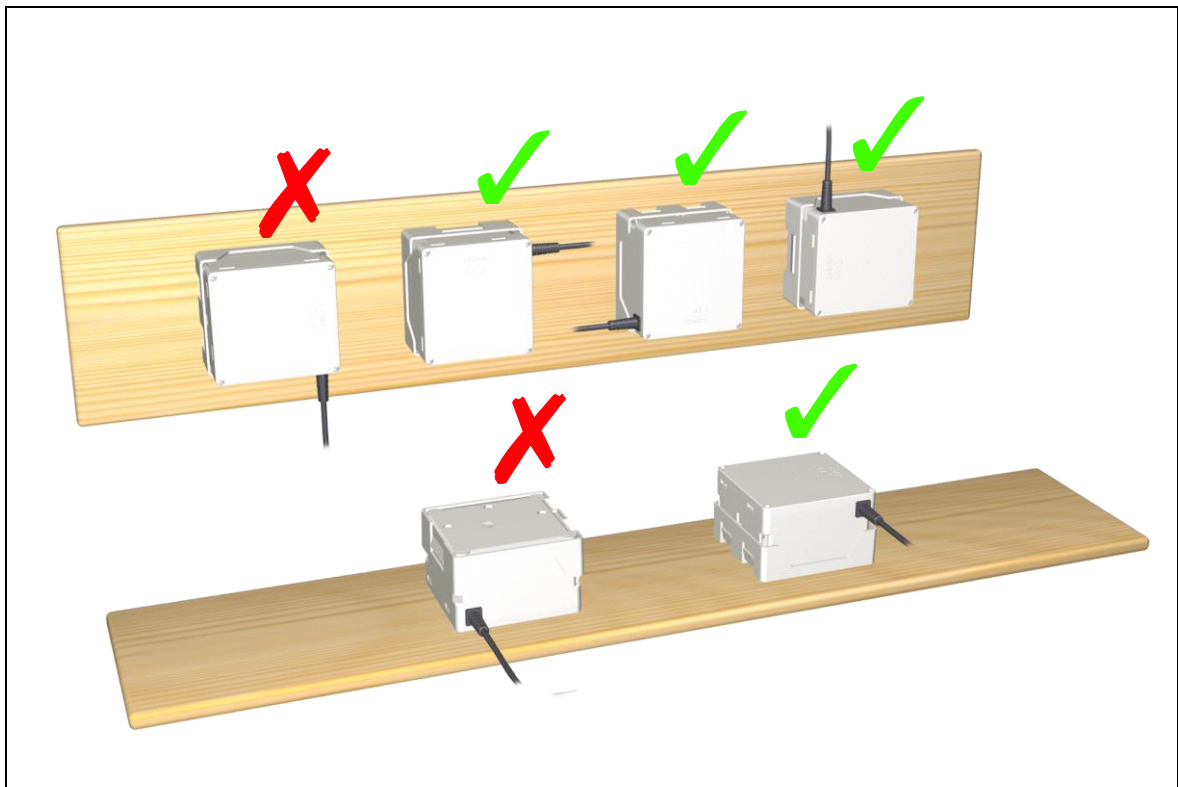

Abbildung 11 Erlaubte und verbotene Ladepositionen des AG7 / AG9
<p>Beachten Sie bei der Montage des AG7 / AG9 folgende Hinweise:</p> <ul style="list-style-type: none"> • Laden Sie den AG7 / AG9 vor der ersten Benutzung vollständig über mindestens 24 Stunden auf. Die eingebauten Akkus entfalten erst nach 5 bis 10 Lade- und Entladezyklen ihre volle Kapazität. • Beim Laden dürfen die Belüftungsschlitze des AG7 / AG9 nicht abgedeckt werden. • Montieren Sie den AG7 / AG9 so, dass der AG7 / AG9 nicht auf der Oberseite liegt und die Anschlussleitung nicht nach unten zeigt. Nur dann darf der AG7 / AG9 geladen werden, siehe die erlaubten Ladepositionen in Abbildung 11). • Für eine optimale Lebensdauer des AG7 / AG9 sollte der AG7 / AG9 nach dem Ladevorgang etwa 1 Std vor der Benutzung ruhen.
- Laden Sie den AG7 / AG9 nur in einer erlaubten Ladeposition (siehe Abbildung 11).
- Beim Ladevorgang darf der AG7 / AG9 **nicht** auf der Oberseite liegen und die Anschlussleitung darf nicht nach unten zeigen (siehe Abbildung 11).